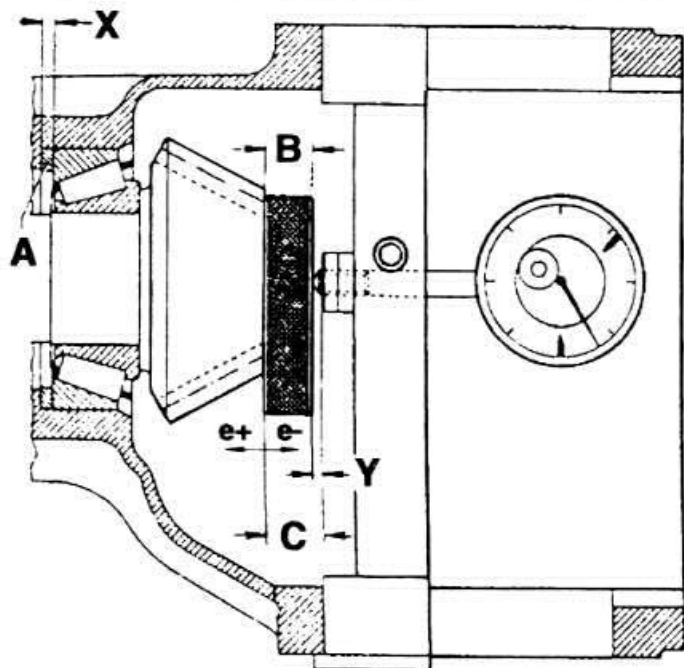

Рис. 9-13. Регулировка расстояния между торцом ведущей шестерни и осью дифференциала
• Установить приспособление 33 1481 с индикатором на опорные поверхности отверстий для подшипников дифференциала и измерить индикатором расстояние «Y» (рис. 9-13).